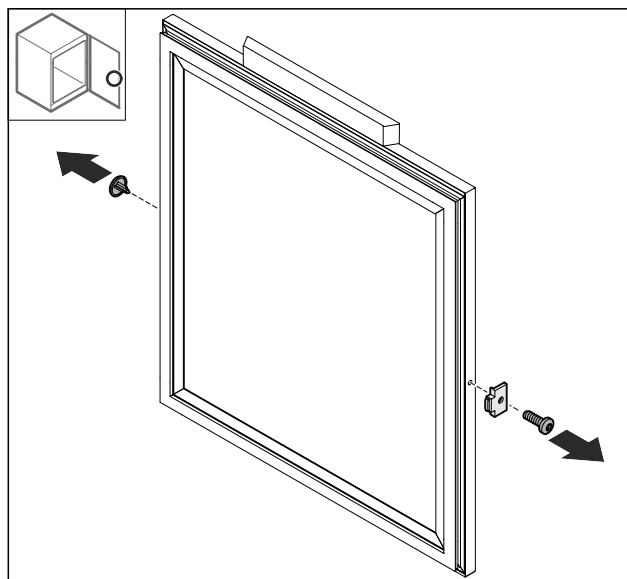

Fig. 73
- ▶ Снимите крышку Fig. 73 (1).
- ▶ Демонтируйте ограничитель хода двери Fig. 73 (2).